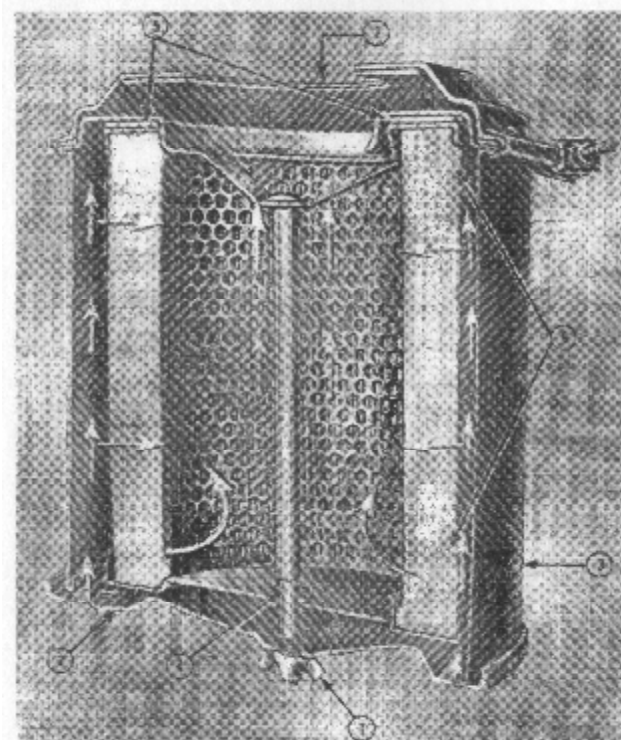

Рис.2-9 (OM 1028L) воздухоочиститель сухого типа
1. Открутите гайку - барашек (1 Рис.2-9), крепящую основание кожуха (2) к корпусу очистителя (3). Снимите основание кожуха.